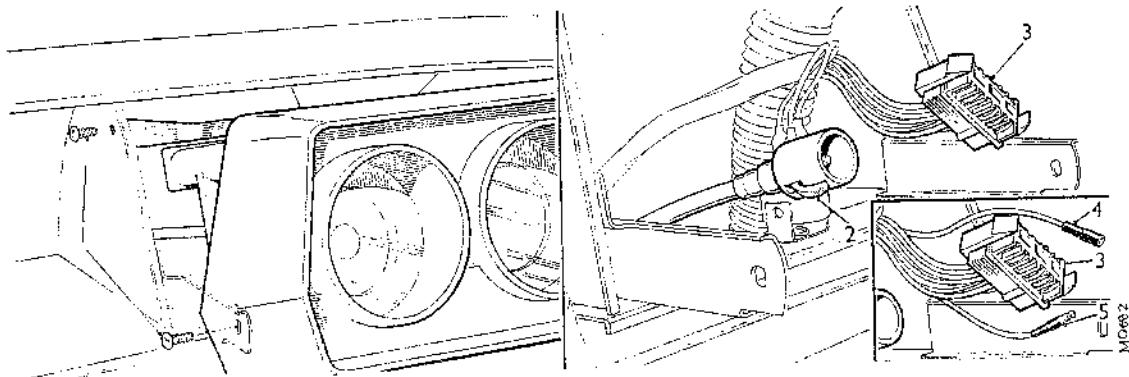

Fig. Nb.1
- (1) Desconectar el cable de masa de la batería (NEGATIVO).
- (2) Quitar la rejilla de ventilación próxima al panel de instrumentos (ver Sección Nb.4).
- (3) Soltar la porción del sellado de la puerta que sujeta el guarnecido del tablero, sacar el guarnecido de debajo del costado del tablero y quitarlo.
- (4) Soltar el guarnecido del otro lado de modo semejante, pero no quitarlo; los tornillos de fijación del panel quedan ahora accesibles (Fig. Nb.1).
- (5) Quitar los cuatro tornillos de fijación (1) y sacar parcialmente el panel; presionar la palanca (2) para soltar el velocímetro y sacar el cable fuera del instrumento. Tirar del conector múltiple (3) de la parte trasera del panel y quitar el conjunto (Fig. Nb.1).
- 1275 GT, además de todo lo anterior, desconectar también las conexiones del tacómetro (4) y (5) (Fig. Nb.1).
- (1) Quitar el panel de instrumentos (ver Sección Nb.1)
- (2) Presionar la palanca de soltado (2) del cable y tirar de éste sacándolo del instrumento (Fig. Nb.1). Sacar el cable al compartimiento del motor.
- (3) Desde la parte inferior del coche, desconectar el cable a través de la abertura que hay sobre el eje de accionamiento izquierdo. Si la tuerca de fijación del cable está demasiado apretada para girarla a mano, utilizar una herramienta adecuada, o, quitar el tornillo de fijación que asegura el accionamiento del velocímetro y sacar el cable completo con el conjunto del accionamiento y luego quitar el cable.